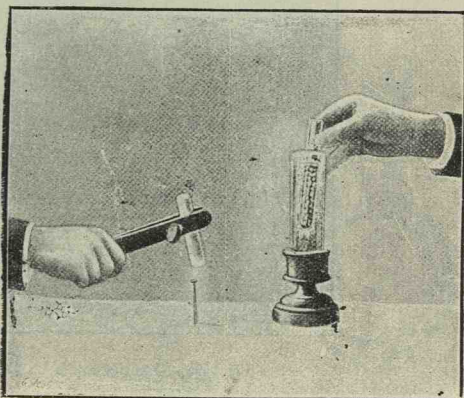
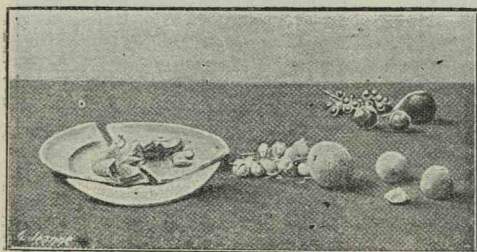
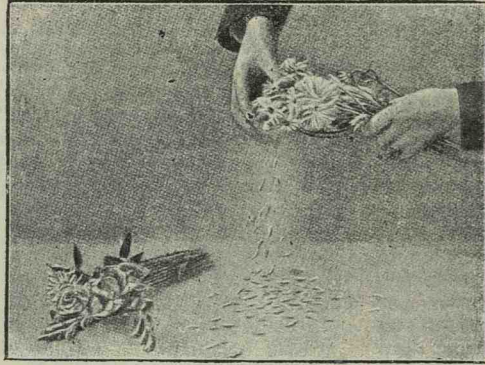
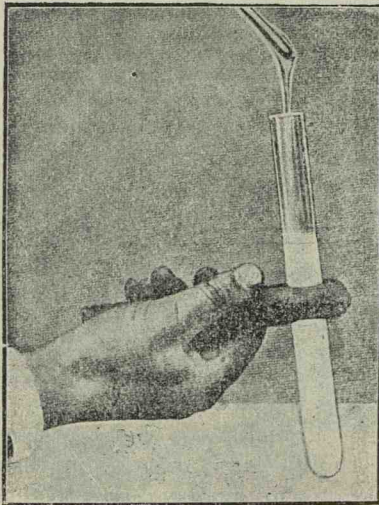

Fig. 113. Ciocan de mercur solidificat in aer lichid.
Fig. 114. Fructe înghețate cu aer lichid.
Fig. 115. Flori înghețate cu aer lichid.
Fig. 116. Alcoolul răcit în aer lichid se face întâi cleios și apoi înghețat.
*curul*, care e lichid la temperatura obicinuită, se solidifică lesne în aer lichid. Umplând o eprubetă cu mercur, ținând-o cât-va timp în aer lichid și spargând-o la urmă, căpătăm un cilindru de *mercur solid* cu care putem face un *ciocan de mercur* pentru bătut cue, fig. 113. 4. Fructele, fig. 114, florile, fig. 115, pluta și alți corpi moi, îngheață în aer lichid, se fac ca de sticlă sau porțelan și pot fi pisate. 5. Alcoolul, despre care se credeă într'o vreme că nu îngheață de fel, se solidifică lesne în aer lichid. La început, se face cleios, fig. 116, și pe urmă se prinde în bucăți. 6. Un clopoțel de plumb sună ca unul obicinuit de bronz, dacă a fost răcit cu aer lichid. 7. Vasele de metal se sparg foarte lesne când sunt răcite cu aer lichid. 8. Sârmele de cupru și de fer se fac, în schimb, mai tenace când sunt răcite cu aer lichid; ele se rup mai greu decât la temperatura obicinuită. 9. Dintr'o sârmă de plumb, care nu-i de fel elastic, se poate face o spirală elastică ca de oțel, când o răcim cu aer lichid. 10. Metalele sunt mai bune conducătoare de electricitate la temperatura aerului lichid.